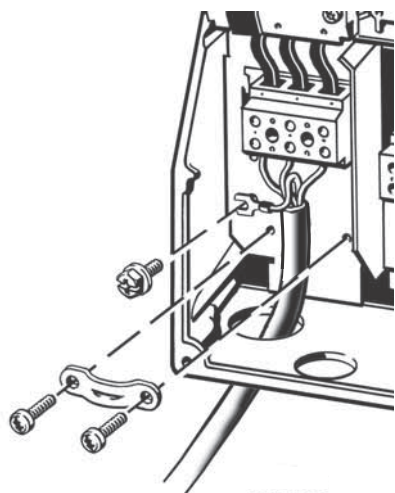

Рис. 14 Подключение питания, корпуса В1 и В2
1. Подключите заземляющий провод к клемме 95 (PE). См. рис. 14.